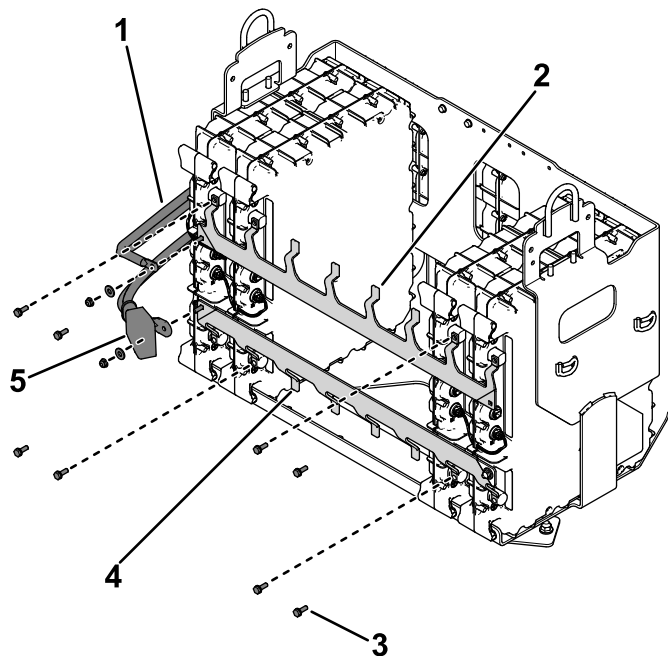
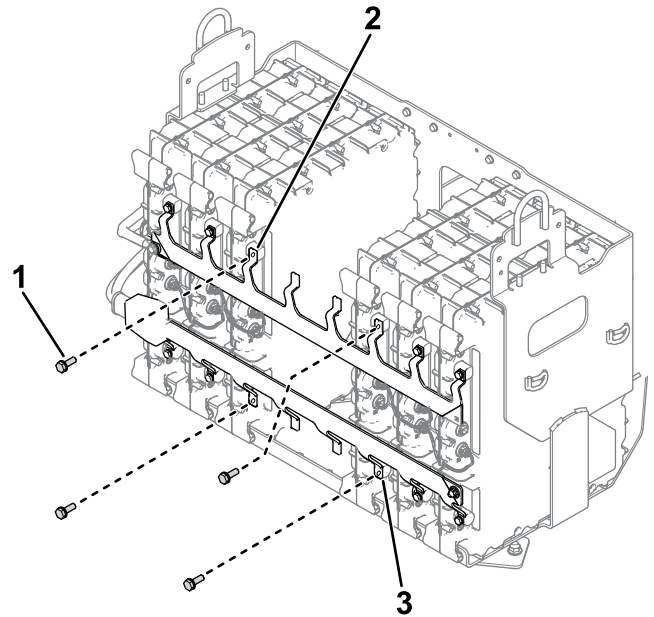

Figura 3
Figura 8
4. Retire os barramentos (Figura 3) do compartimento das baterias.
- C. Utilize os parafusos incluídos no kit para apertar ligeiramente os barramentos às novas baterias (Figura 8).
- A. Utilize os parafusos removidos anteriormente para prender ligeiramente os barramentos às baterias (Figura 3).
- B. Utilize o material removido anteriormente para instalar os cabos da bateria no barramento (Figura 3).
6. Verifique que os barramentos estão devidamente instalados e aperte os parafusos que utilizou para prender os barramentos às baterias (Figura 3 e Figura 8) com 11 N·m.